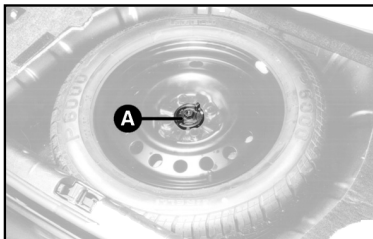

fig. 2
- Soltar o parafuso de fixação **A-fig. 2** e retirar a roda para acessar o porta-ferramentas **fig. 3**